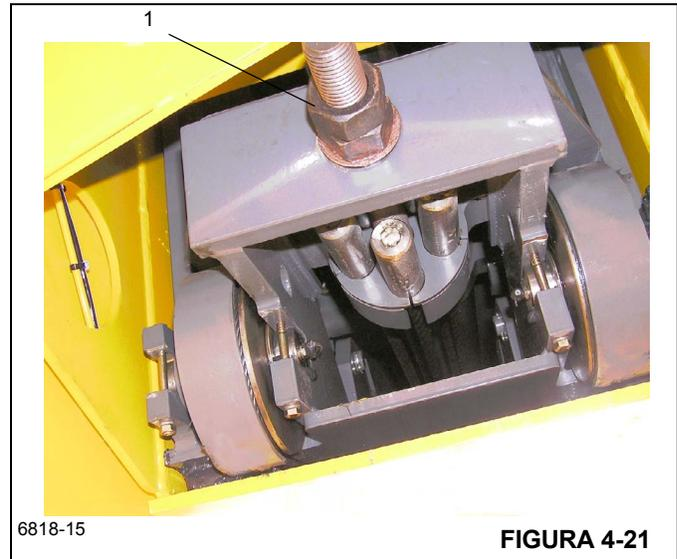

FIGURA 4-21
9. Remova a contraporca e a porca de ajuste (Figura 4-21, 1) do parafuso de ajuste do cabo de extensão. Isso liberará o cabo de extensão do conjunto soldado da seção intermediária interna.